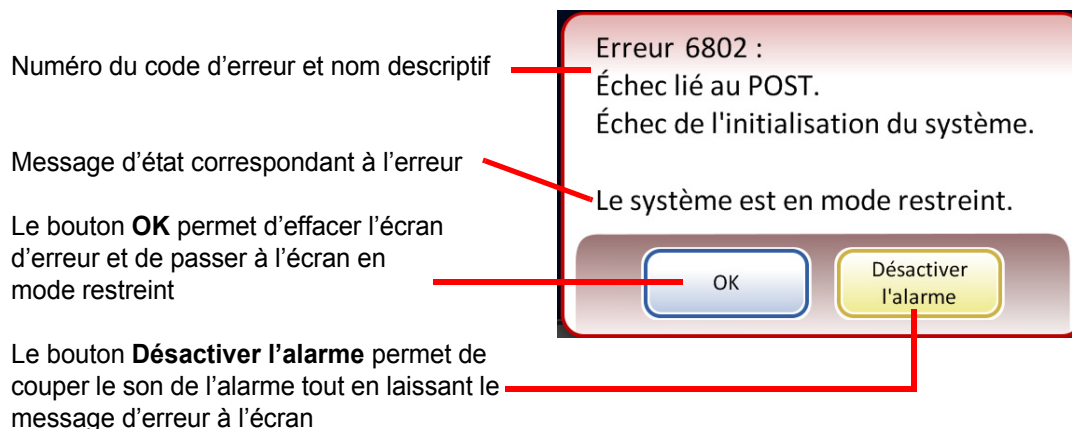

Figure 9-1 Le système a détecté une erreur
- Il affiche le message d'erreur et fait retentir l'alarme sonore si celle-ci est activée (se reporter à la Figure 9-1.) Le système tente de reprendre le traitement (en une minute maximum).